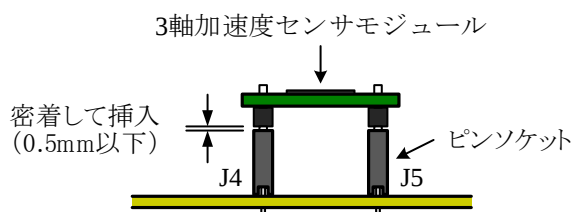

図 1 8 3 軸加速度センサモジュール基板の取付け方
- ⑯ グラフィックディスプレイモジュール (GLCD1) は、図 1 9 (a)のようにピンソケット (J6) に挿入する。ピンソケットとの隙間は、0.5mm 以下とする。